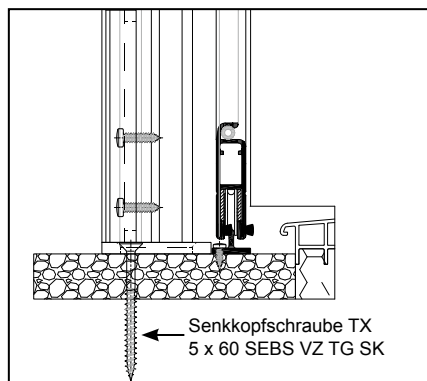

Abb.9 Bodenbefestigung
5. Nach dem Einbau des Schieberahmens die Kämpferschiene unten festschrauben. Bei Befestigung zum Stock erfolgt die Montage gleich wie oben (siehe Punkt 3). Bei Befestigung zum Boden wird der Montagefuß am Boden festgeschraubt (Abb. 9).